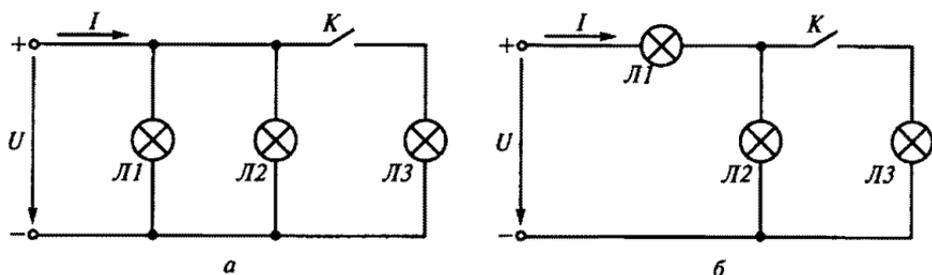

Рис. 15
1.29. Изменятся ли яркость ламп $Л1$ и $Л2$ и ток I в цепях на рис. 15 после включения лампы $Л3$? (Указать неправильный ответ.)
На рис. 15, б: 3. Яркость лампы $Л1$ увеличится. 4. Яркость лампы $Л2$ увеличится. 5. Ток I увеличится. 6. Яркость лампы $Л2$ уменьшится.